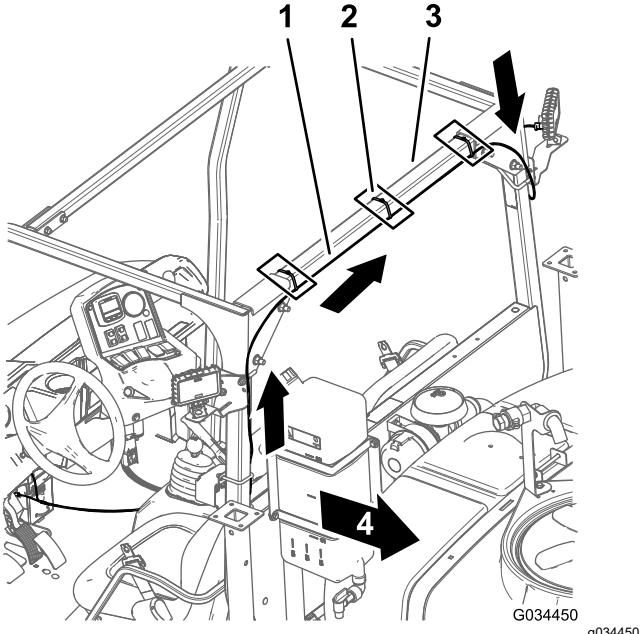
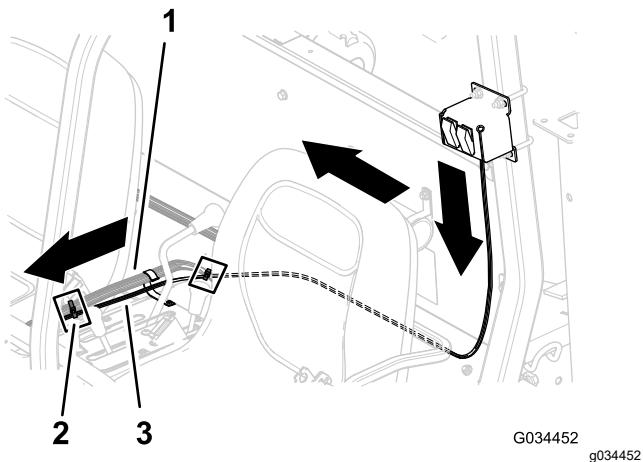
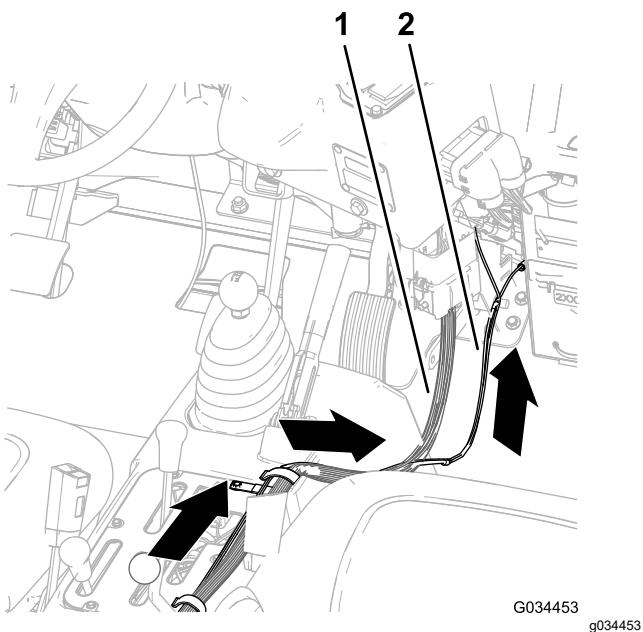

Figura 16
Figura 17
Figura 18
1. Negli interruttori, disponete la diramazione del cablaggio preassemblato con il connettore a 2 prese verso l'alto e trasversalmente sulla parte posteriore del tubo del ROPS orizzontale, come illustrato nella Figura 16.
2. Negli interruttori, disponete la diramazione del cablaggio preassemblato con il morsetto a presa e il morsetto ad anello verso il basso e trasversalmente sulla parte posteriore del sedile dell'operatore, come illustrato nella Figura 17.
3. Nella consolle centrale, disponete il cablaggio preassemblato per il kit luci operative posteriori lungo il cablaggio preassemblato dell'irroratrice e in avanti verso il portafusibili (Figura 17 e Figura 18).
4. Fissate il cablaggio preassemblato per il kit luci operative posteriori al cablaggio preassemblato dell'irroratrice con fascette per cavi, come illustrato nella Figura 16 e Figura 17.